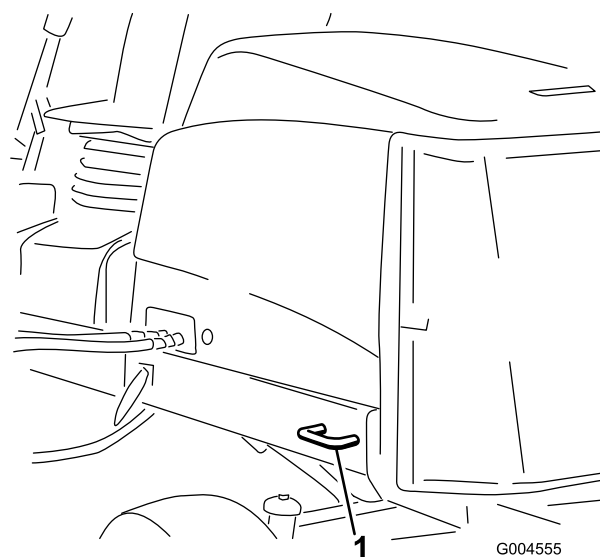

Figura 55
- **Traseira da máquina** – cada lado da máquina na estrutura traseira (Figura 55).